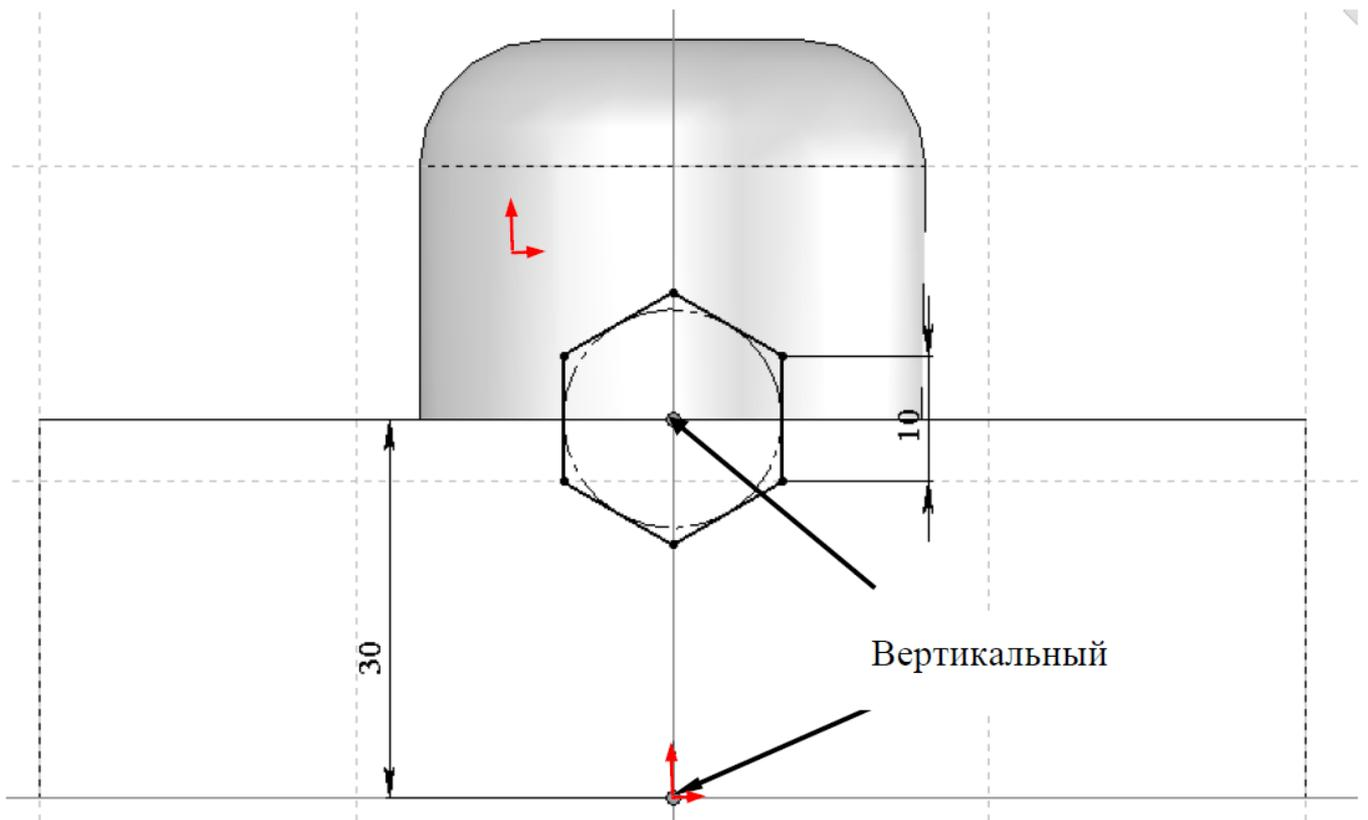

Рис. 1.27. Размеры многоугольника
8.5. Установить размер кромки многоугольника (10 мм), как указано на рис. 1.27.
8.6. Установить размер положения центра многоугольника (рис. 1.27).
8.7. Установить взаимосвязь “Вертикальный” между центром многоугольника и исходной точкой. Результат произведенной взаимосвязи представлен на рис. 1.27.